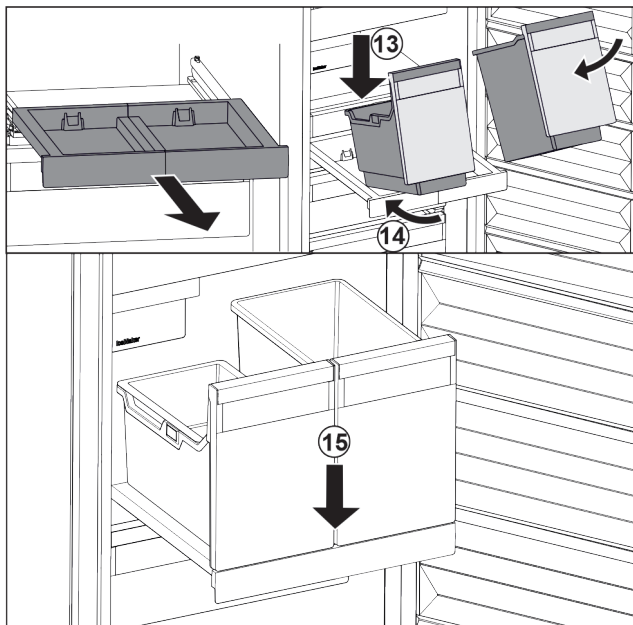

Fig. 24
- Sortir le compartiment coulissant. Fig. 24 (13)
- Maintenir le compartiment coulissant d'une main. Fig. 24 (14)
- Placer les bacs sur le compartiment coulissant en les inclinant. Fig. 24 (13)
- Pousser les bacs jusqu'au fond en les inclinant. Fig. 24 (14)
- Déposer les bacs par l'avant. Fig. 24 (15)